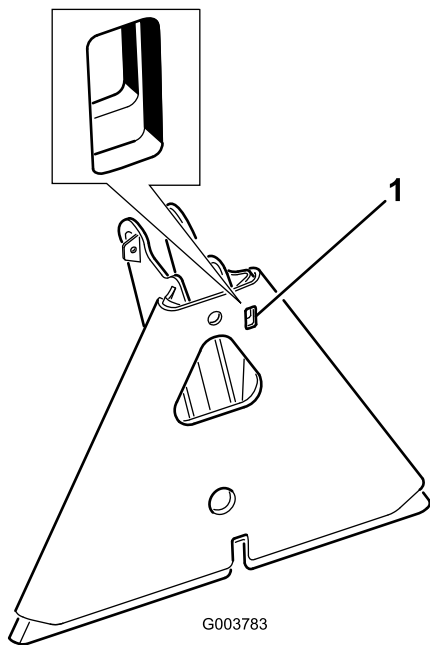

图16
**注意** 如果附件连接器卡在主机连接器上请在撬槽内插入撬棍或螺丝刀将两者分开图16。